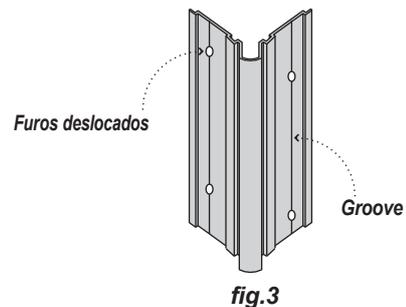

fig.3
■ Nas extremidades, verificar se os furos estão a uma distância de 20 a 50 mm, no máximo, da extremidade do núcleo. Se necessário, efetuar dois furos de 5 mm de diâmetro ao longo das ranhuras do núcleo com um desvio entre eles para permitir a fixação dos parafusos (fig.3).